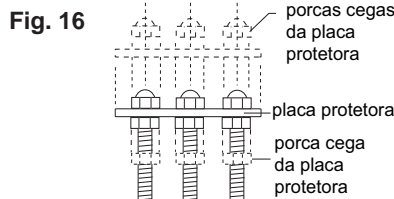

Fig. 16
- A. Remova as porcas cegas, a placa protetora, suas porcas sextavadas e o ilhó do cabo do sensor (fig. 16).